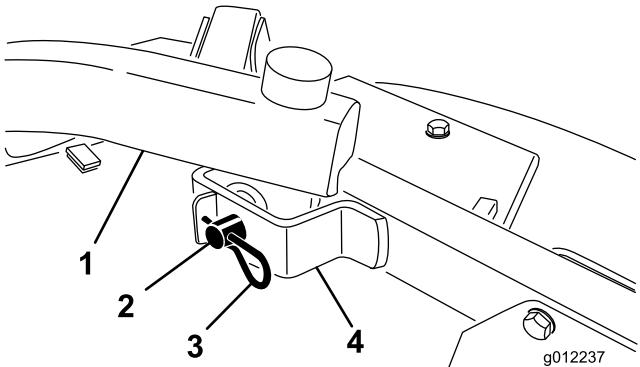

Figura 21
4. Retire os contrapinos tipo grampo e pinos de segurança que fixam os braços de elevação aos suportes do braço da roda giratória (Figura 21).